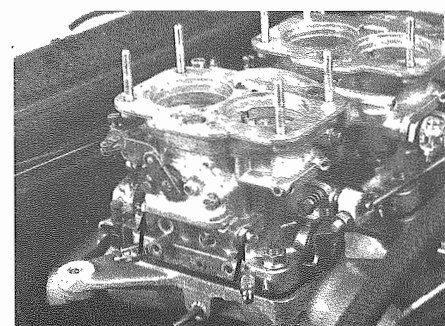

Fig. 14 - Viti aria di compensazione (by-pass)
- 5) Allentare il controdado delle viti di compensazione (by-pass) (Fig. 14) n. 5. Serrare completamente le viti e lasciare lento il controdado.
- 5) Loosen counternut of compensating (by-pass) screws (Fig. 14) No. 5. Lock completely the screws, let only the counternut unlocked.